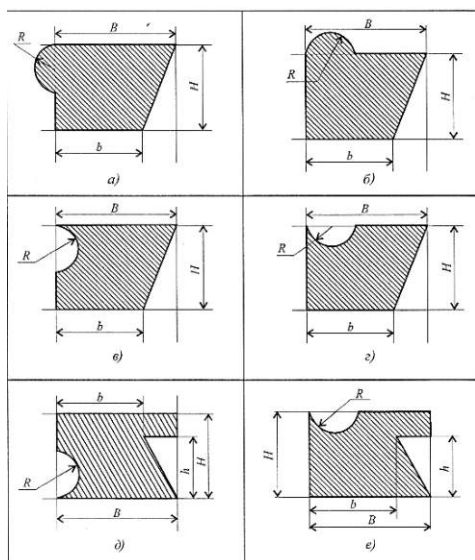

Рис. 22
**Расчетно-графическая работа 4. Тема 1.5.** Определить координаты центра тяжести сечения. Данные выбрать из таблицы 4 и рис.22.